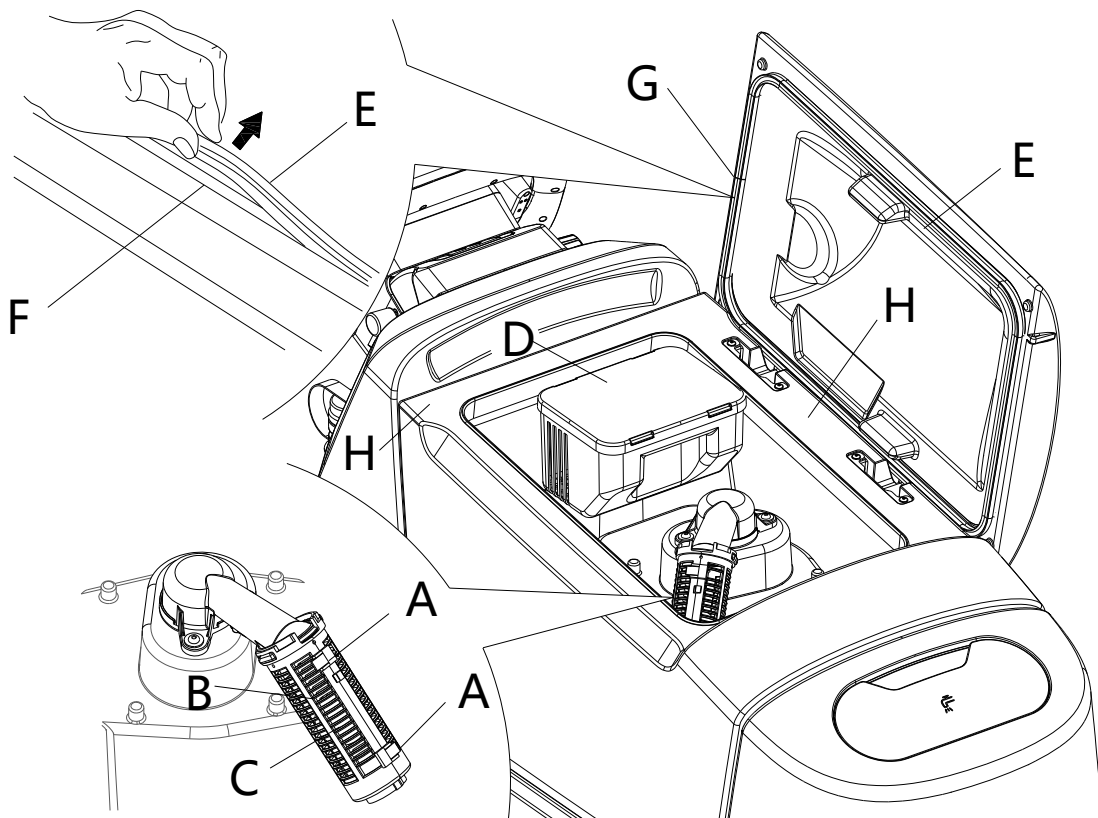

Figure 15
2. Couper la machine en appuyant sur le bouton marche/arrêt (62).
3. Ouvrir le couvercle (2).
4. Nettoyer et laver avec de l'eau propre l'intérieur du réservoir (3) et du couvercle.
5. Vider l'eau du réservoir avec le tuyau (18).
6. Nettoyer la grille d'aspiration (30), dégager les dispositifs de retenue (A, Fig. 15), ouvrir la grille (B), récupérer le flotteur (C) et nettoyer soigneusement ; enfin reposer en place.
7. Démontez le bac de récupération des débris (D) et ouvrez son couvercle, puis nettoyez soigneusement et ré-installez le tuyau d'aspiration.
8. Contrôler l'état du joint du couvercle du réservoir (E). Si besoin est, remplacer le joint d'étanchéité (E) en le retirant de son logement (F). Lors de la pose du nouveau joint d'étanchéité, positionner le raccord (G) dans la zone inférieure indiquée dans la figure.